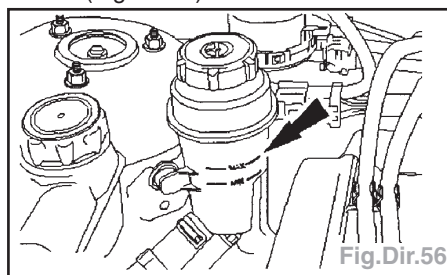

Fig.Dir.56
- Remplir le réservoir jusqu'à la marque MAX (Fig.Dir.56).